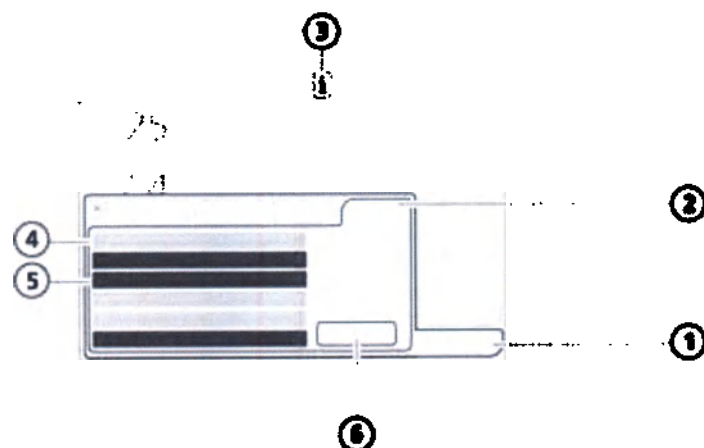

Рисунок 9-5. Буфер тревог с неактивными тревогами
- Если на текущий момент активных тревог нет, в буфере отображаются самые последние неактивные (рис. 9-5). Активные тревоги отображаются в полях с прямыми углами.
- Коснитесь индикатора неактивной тревоги (значок «i») (рис. 9-5).
Чтобы очистить сообщения для всех неактивных тревог, нажмите кнопку «Сброс» (рис. 9-5). Заккрытие буфера не удаляет его содержимое.